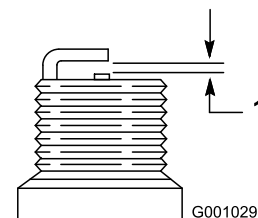

Figure 46
4. Réglez l'écartement des électrodes de la nouvelle bougie à 0,76 mm (0,030 po), comme montré à la **Figure 46**.